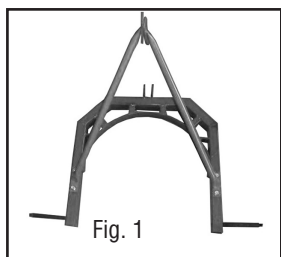

Fig. 1
3. Reprenez l'étape 2 avec la ferrure d'appui droite (voir la fig. 1).